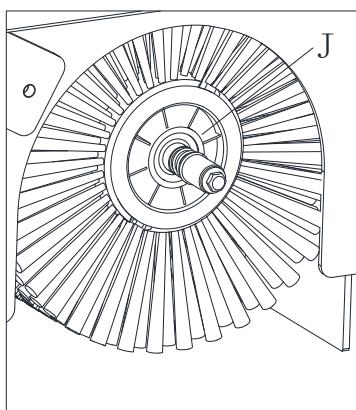
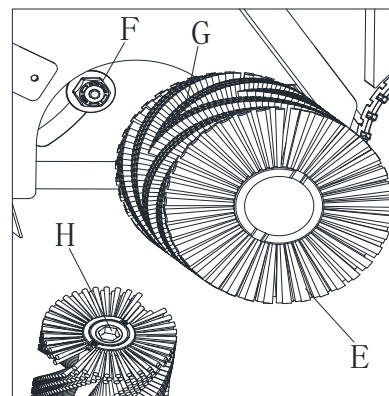

Figura 26
Figura 24
6. Îndepărtați peria principală (E, Figura 24) împreună cu butucul (J, Figura 26).
7. Verificați dacă butucul de acționare (F, Figura 24) nu prezintă murdărie sau materiale străine (fire, cabluri etc.) rulate accidental.
8. Noua perie principală trebuie instalată cu modelul de perie după cum se arată în figură (G, Figura 24).
9. Instalați noua perie principală și asigurați-vă că plasa hexagonală (H, Figura 24) se potrivește corect în butucul de acționare (F, Figura 24).
10. Instalați butucul (J, Figura 26) în peria principală.